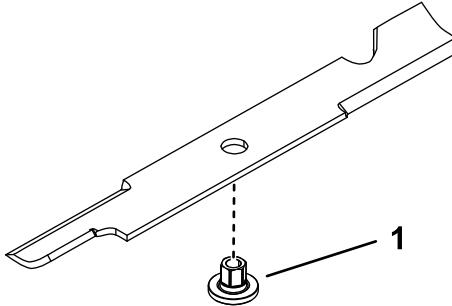

Figure 96
1. Instale el buje a través de la cuchilla con la brida del buje en el lado inferior (lado del césped) de la cuchilla (Figure 96).